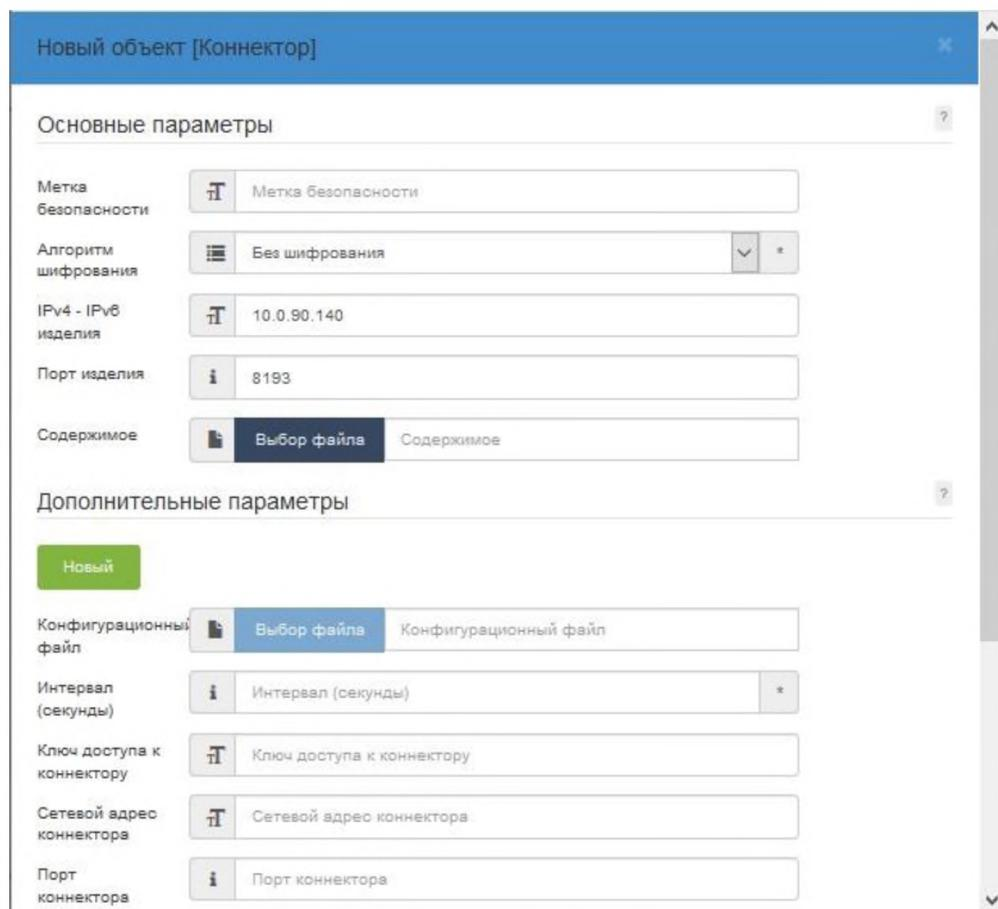

Рисунок 70 – Заполнение полей основных параметров объекта
- 3) Заполните параметры коннектора для присоединения к физическому изделию. Для каждого типа коннектора может быть свой набор параметров (рис. 70).